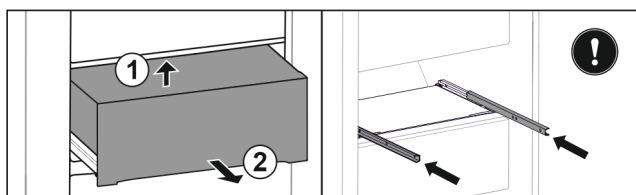

Fig. 39
- ▶ Soulever le tiroir à l'arrière par le bas. Fig. 39 (1)
- ▶ Retirer le tiroir par l'avant. Fig. 39 (2)